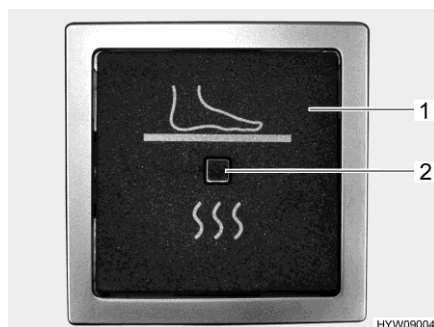

Fig. 112 Interruptor (calentamiento eléctrico del piso)
- Presionar el interruptor basculante (Fig. 112,1). La luz de control del interruptor (Fig. 112,2) se enciende.
- Presionar el interruptor basculante (Fig. 112,1). La luz de control (Fig. 112,2) del interruptor se apaga.